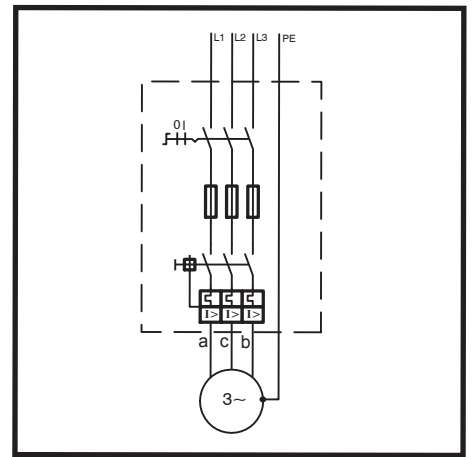

Fig.: 15
1. 3-Phasen Anschluß (Fig.: 15). Motor so anschließen, daß die Drehrichtung mit der des Aggregates übereinstimmt. Der Anschluß zeigt die übliche Schaltung bei einem Rechtsfeld und einer Drehrichtung entgegen dem Uhrzeigersinn.